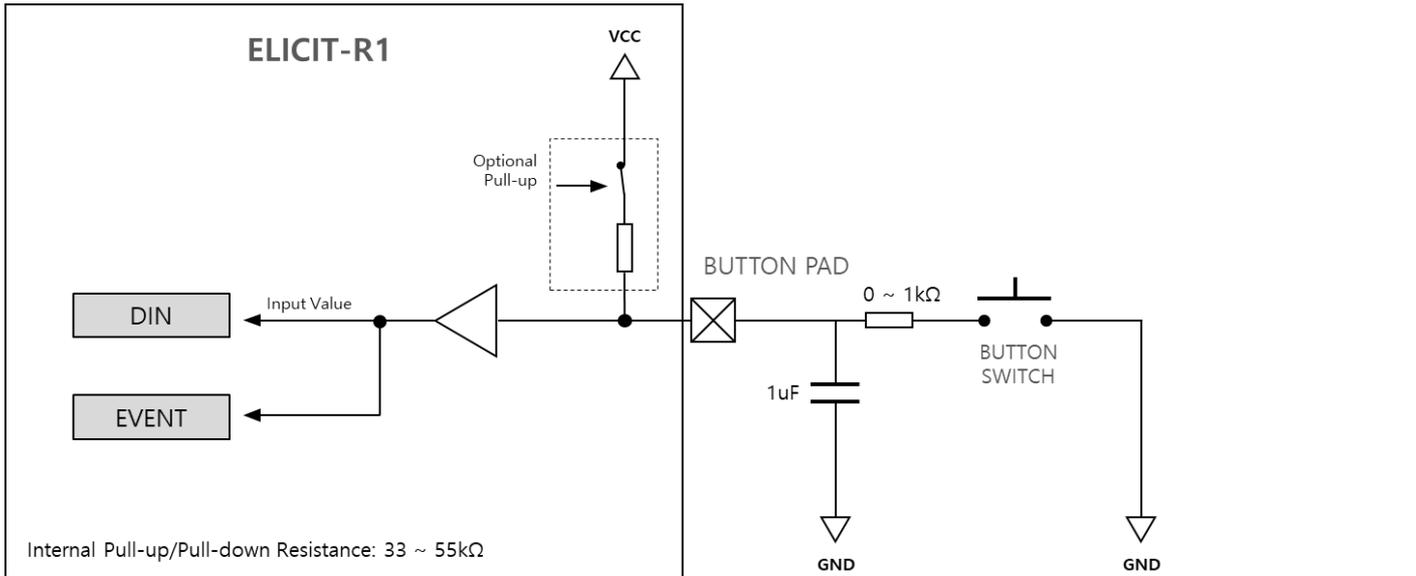
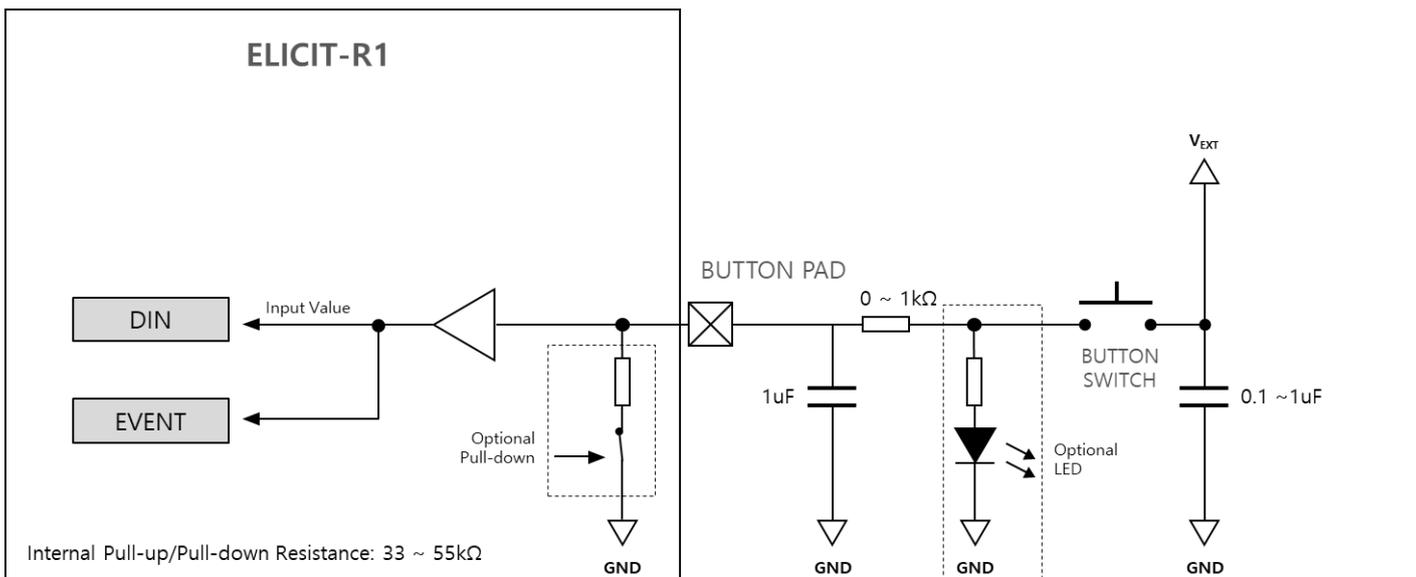

Figure 17 Button 회로(Pull-up, Debounce circuit)
Figure 18 Button 회로(Pull-down, Debounce circuit)
- **[중요]** 반드시 Chattering 방지 회로(debounce)를 외부에 구성하여 사용해야 함[Figure 17][Figure 18]